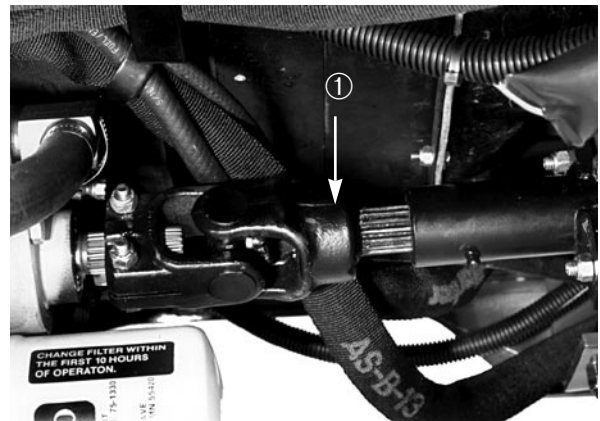

Fig. 19
1. Allentare e togliere le viti mordenti che fissano le semiassie all'accoppiatore di trasmissione del motore. Allentare le viti mordenti che fissano le semiassie alla trasmissione (Fig. 19). Togliere le semiassie.